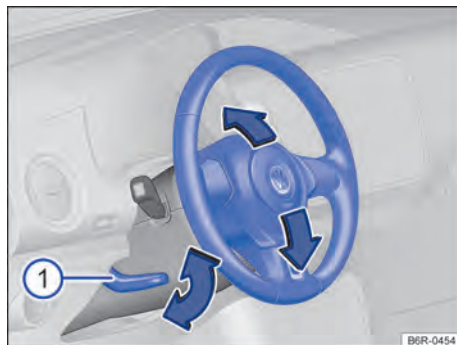

Fig. 59 Embaixo e a esquerda do volante junto com o revestimento da coluna de direção: alavanca de ajuste da posição do volante.
- Empurrar a alavanca para baixo segurando-a pelo seu manipulador → Fig. 59 ①.